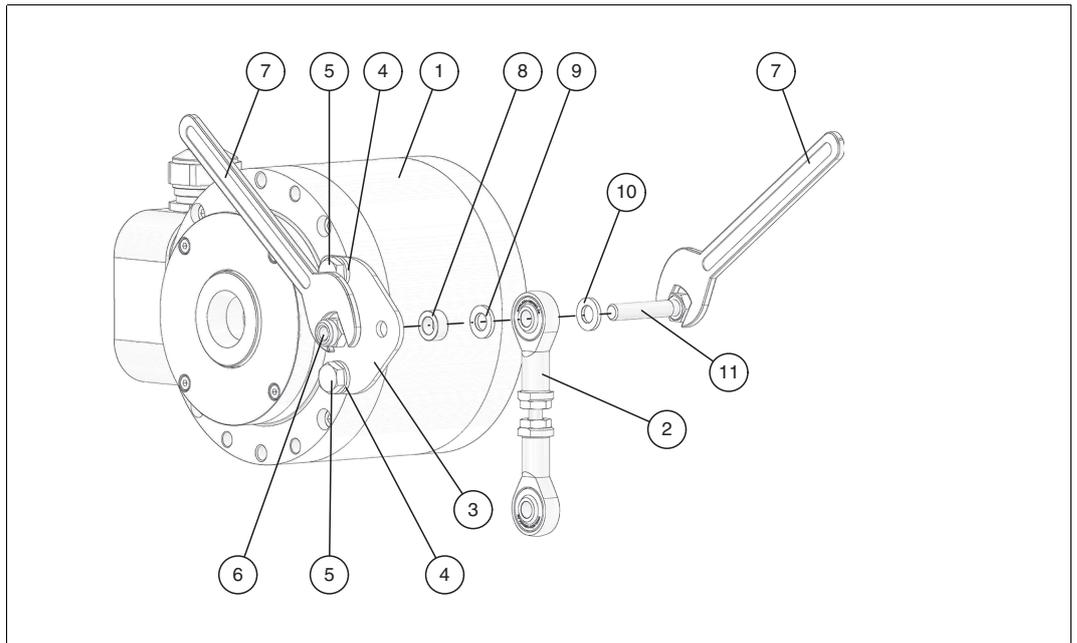

Abbildung 5.5 Montage des Stützblechs und des Gelenkarms am Drehgeber
3. Montieren Sie den Gelenkarm am Stützblech, → siehe Abbildung 5.5 auf Seite 15.